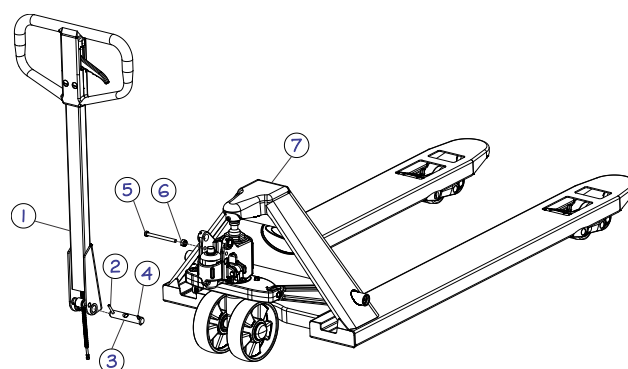

Figura 6 - Montagem da alavanca
Antes da montagem, identificar os 7 itens da ilustração ao lado (figura 6):
Antes del montaje, identificar los 7 elementos de la ilustración al lado (figura 6):
- d) Abaixar a Alavanca(1) e retire o Parafuso(5) e porca(6) (Figura 6).
- d) Baja la palanca (1) y quitar el tornillo (5) y la tuerca (6, figura 6).